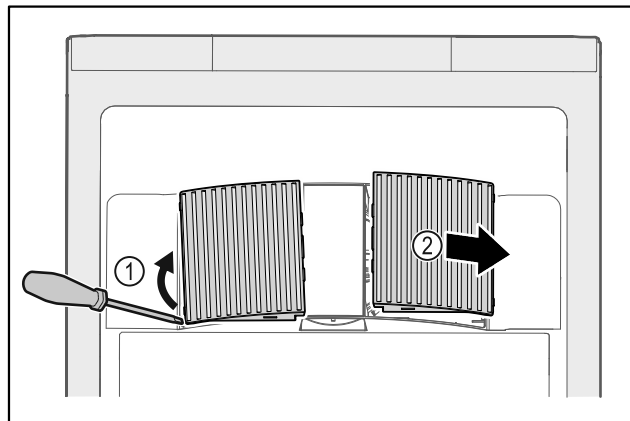

Fig. 147
► Z boku opatrně vytáhněte ventilátorové kryty Fig. 147 (1) a sejměte je směrem dopředu Fig. 147 (2).